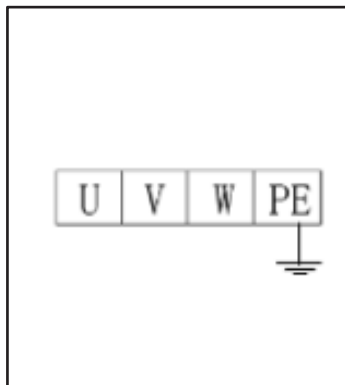

Рис. 10
- Подключение кабеля питания: подключите трехфазный четырехпроводный кабель питания 380 В (кабель 3 × 2,5 мм² + 1 × 1,5 мм²) к консолям L1, L2, L3 и входным клеммам. Заземляющий провод PE соединен с заземляющим болтом и соединен с заземляющим болтом в нижней части платформы (рис. 10).